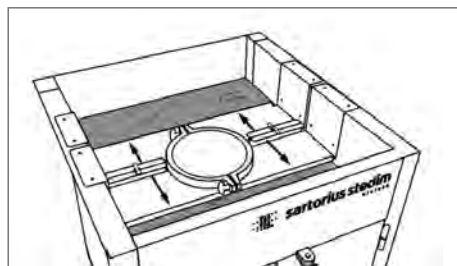

Fig. 70
- Si el taponcito de 8" está cerrado, retire el tapón de protección de la sujeción de pinzas (ver Fig. 70).